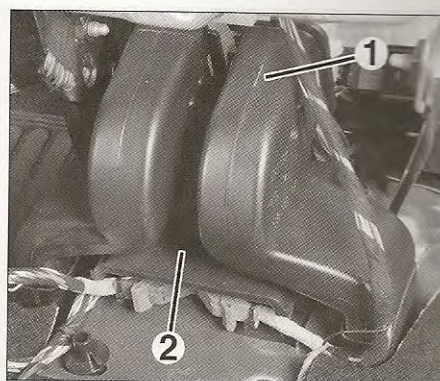
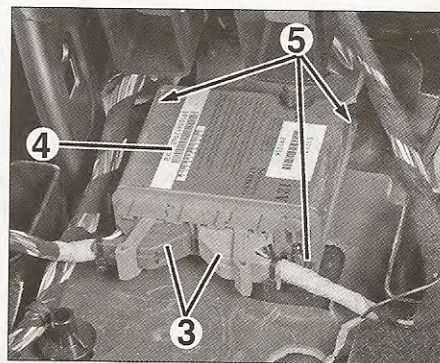

FIG. 24
FIG. 25
- los conductos de ventilación (1) a las plazas traseras (fig. 24).
- la protección superior (2) del calculador.
- Desconectar ambos conectores (3) del calculador (4) (fig. 25).
- Desmontar los tornillos de fijación (5) del calculador.